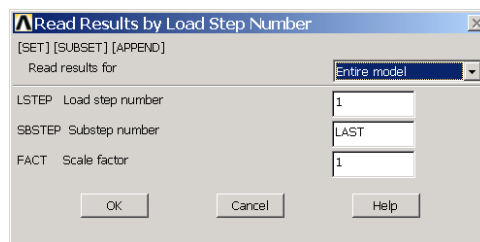
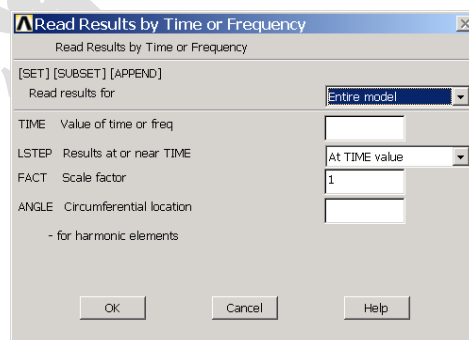
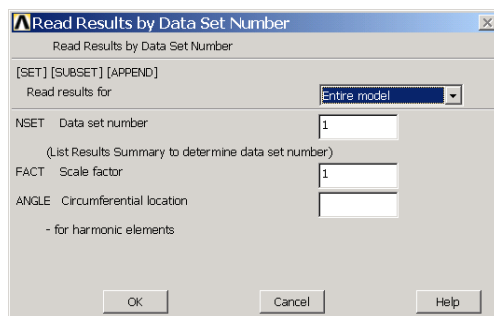
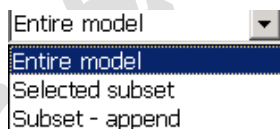

图6.4 按荷载步号读取结果数据
图6.5 按时间/频率读取结果数据
图6.6 按数据集读取结果数据
图6.7 数据替换与追加
(1) 单击 Main Menu>General Postproc>Read Results>By Load Step 菜单，弹出如图 6.4 所示的对话框。
(1) 单击 Main Menu>General Postproc>Read Results>By Time/Freq 菜单，弹出如图 6.5 所示的对话框。
(1) 单击 Main Menu>General Postproc>Read Results>By Set Number 菜单，弹出如图 6.6 所示的对话框。
当把数据结果读入数据库时，可以选择替换现在数据库还是追加到现在数据库。在图 6.4、图 6.5 和图 6.6 所示的对话框中，都有【Read results for】下拉列表框项，展开它如图 6.7 所示。